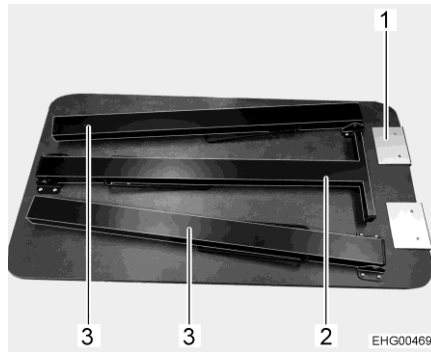

Fig. 7 Table (pieds de table rabattus)
- Accrocher la table par son côté court (Fig. 7,1) dans le rail du coin cuisine.
- Déplier le pied de table du milieu (Fig. 7,2).
- Déplier les 3 pieds de table (Fig. 7,2 et Fig. 7,3).